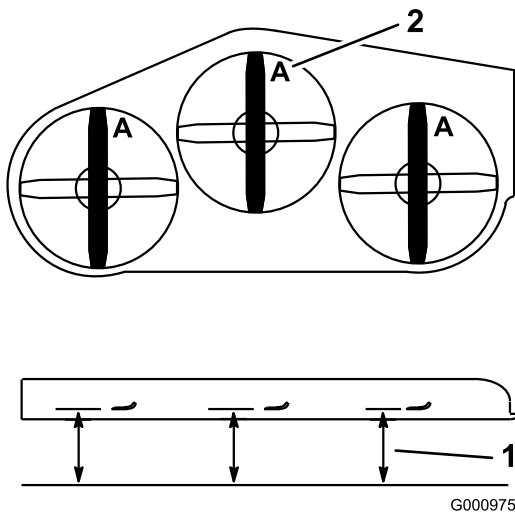

**Figura 71**
1. Inspeccione los filos de corte (Figura 71). Si los bordes no están afilados o tienen muescas, retire las cuchillas y afílelas. Consulte Afilado de las cuchillas.
2. Inspeccione las cuchillas, especialmente la parte curva. Si observa fisuras, desgaste o la formación de una ranura en esta zona, instale de inmediato una cuchilla nueva (Figura 71).